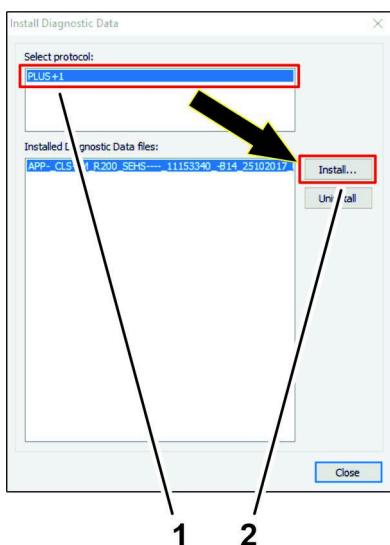

図 48
2. プロトコルの選択ダイアログ ボックスで、PLUS+1アイコンをクリックし、インストールアイコン(図48)を押す。